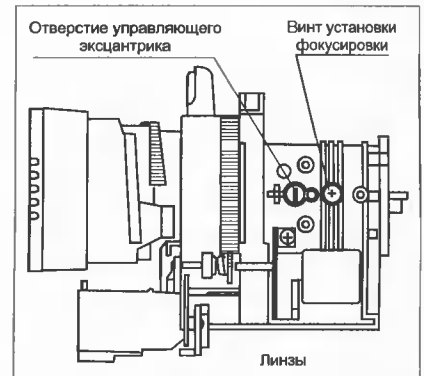

Рис. 25
- ослабить фиксирующий винт (Back Focus Setscrew) регулировочного эксцентрика (рис. 25);
- вставить инструмент для вращения эксцентрика в соответствующее отверстие (рис. 25);